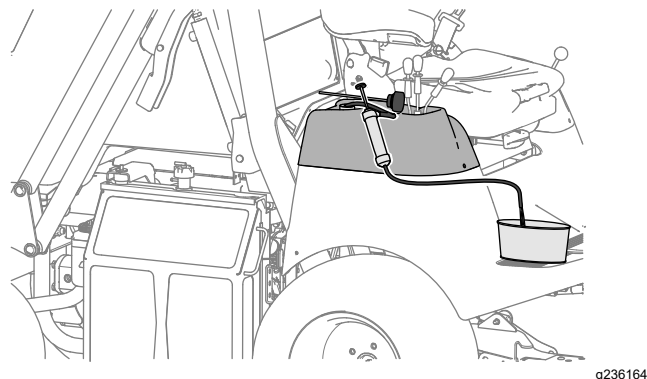

Рисунок 101
4. Слейте жидкость из гидравлического бака с помощью сифонного насоса (Рисунок 101).